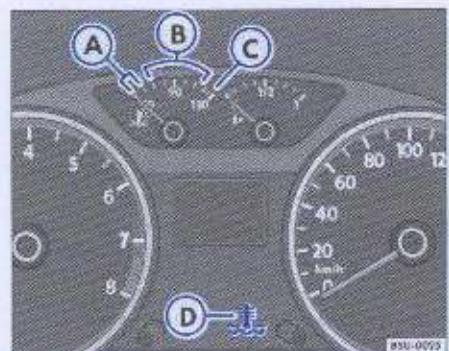
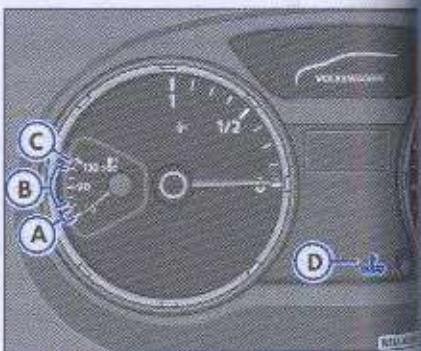

Fig. 35 Indicador de la temperatura del líquido de refrigeración en el cuadro de instrumentos - los vehículos con tacómetro
Fig. 36 Indicador de la temperatura del líquido de refrigeración en el cuadro de instrumentos - los vehículos sin tacómetro
Evite los regímenes de rotaciones elevadas y no someta el motor a grandes esfuerzos → fig. 35 o → fig. 36.
ratura externa es elevada, el indicador podrá subir en la escala. Esto no será preocupante mientras la luz indicadora  ③ → fig. 35 o  → fig. 36 no enciende en el cuadro de instrumentos.